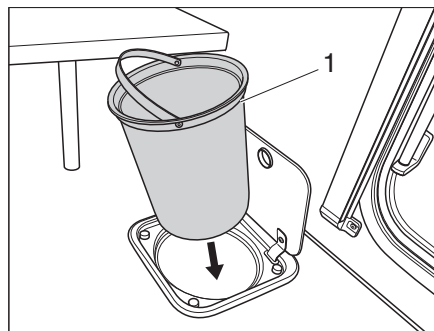

Bild 151 Avfallsbehållare kök
- Haka av avfallsbehållaren (Bild 151,1) och töm enligt gällande föreskrifter.